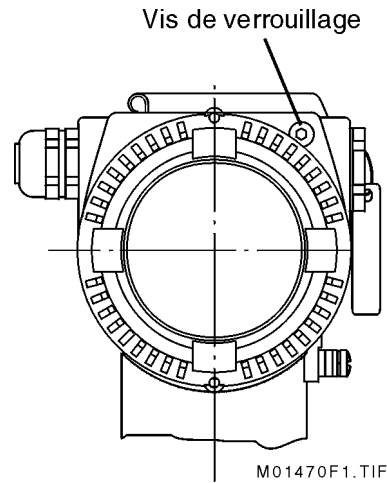

Figure 9. Blocage du couvercle de boîtier
- Dévisser le couvercle du boîtier d'électronique (voir figure 9). (pour la version EEx d, voir le chapitre "Blocage du couvercle de boîtier antidéflagrant")
Remarque : Avec les indicateurs LCD rétroéclairés, on trouve à l'arrière de l'indicateur une prise à 3 conducteurs. Relier cette prise - avant l'installation de l'indicateur LCD - avec l'embase de connexion à 3 contacts sur l'électronique (voir figure 9).